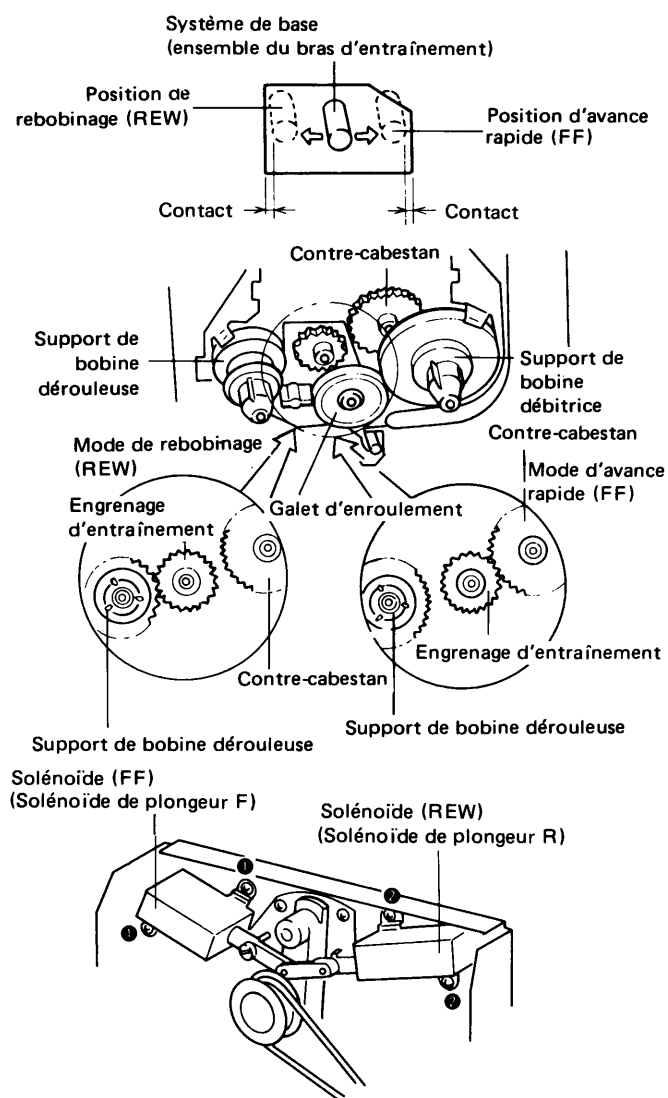

Fig. 12-4 Réglage du solénoïde FF et REW
2. Dévisser la vis 1 et régler la position de montage du solénoïde FF (solénoïde de plongeur F) de telle sorte que le trou carré de l'ensemble du rouleau de base touche l'embossement de l'ensemble du bras d'entraînement. (voir Fig. 12.4)
2. Desserer la vis 2 et régler la position de montage du solénoïde de REW (solénoïde de plongeur R) de telle sorte que le trou carré de l'ensemble de rouleau de base touche l'embossement de l'ensemble du bras d'entraînement. (voir Fig. 12.4).